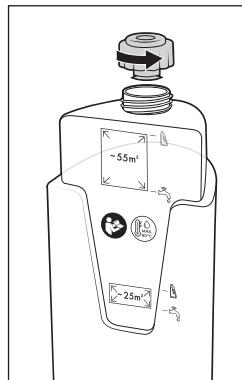

Abb. 7
- ◆ Drehen Sie den Frischwasserbehälter ⑪ um und schrauben Sie den Deckel ab (siehe Abb. 7).